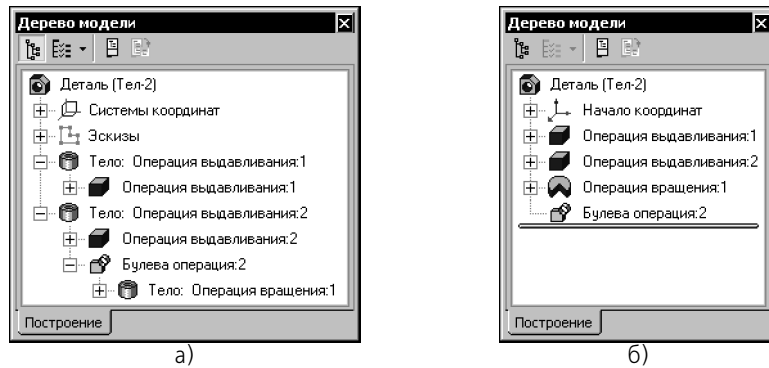

Рис. 90.2. Булева операция над телами детали:
- ▼ Если в детали присутствует булева операция над телами, то она размещается в разделе, который соответствует первому из участвующих в ней тел. Второе тело, участвующее в этой булевой операции, отображается как подчиненное ей (рис. 90.2, а).